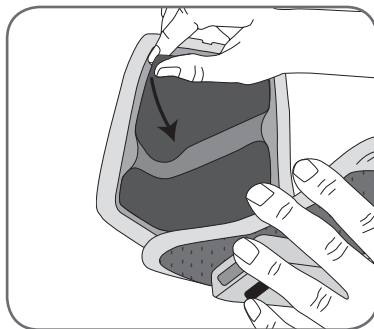

Abbildung 6-2: Entfernen der großen Gewebeelektrode
2. Nehmen Sie die große Gewebeelektrode vorsichtig aus der L300-FS-Manschette heraus (siehe Abbildung 6-2).